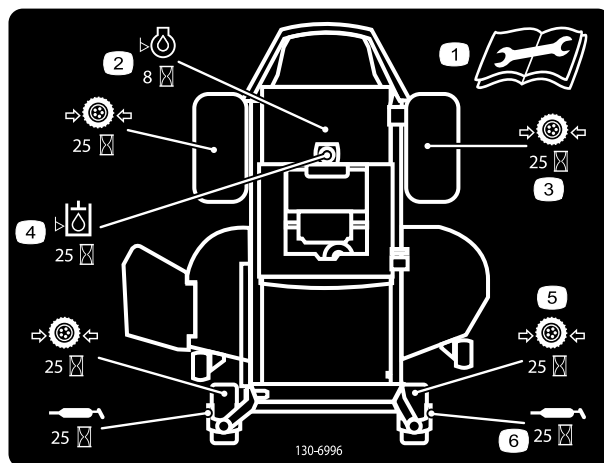
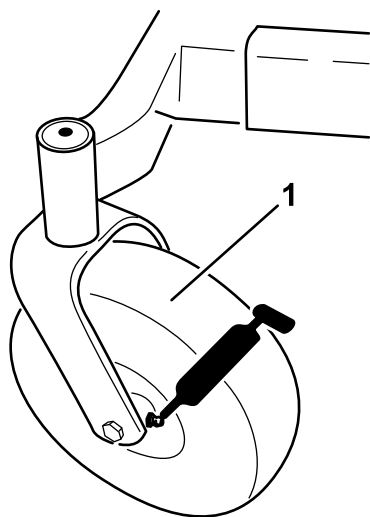

Figure 28
Figure 29
3. Nettoyez les graisseurs (Figure 28 et Figure 29) à l'aide d'un chiffon. Grattez la peinture qui pourrait se trouver sur le devant des graisseurs.
4. Raccordez une pompe à graisse à chaque graisseur (Figure 29 et Figure 28). Injectez de la graisse dans les graisseurs jusqu'à ce qu'elle commence à sortir des roulements.